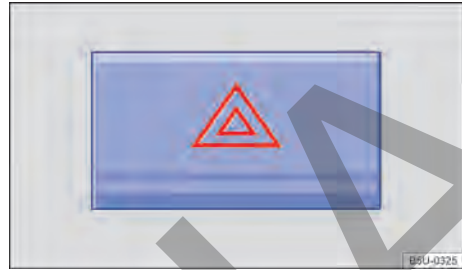

Fig. 37 En la parte superior de la consola central: interruptor de las luces de advertencia.
2. Encender las luces de advertencia con el conmutador ▲ → fig. 37.
Las luces de advertencia también pueden apagarse al presionar el conmutador  en el tablero de instrumentos → fig. 37.